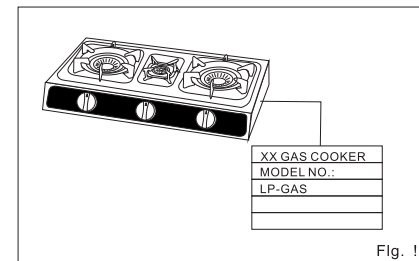

Fig. 1
• Non usare gas diverso da quello indicato in questo manuale e sulla targhetta attaccata all'apparecchio (Fig. 1).